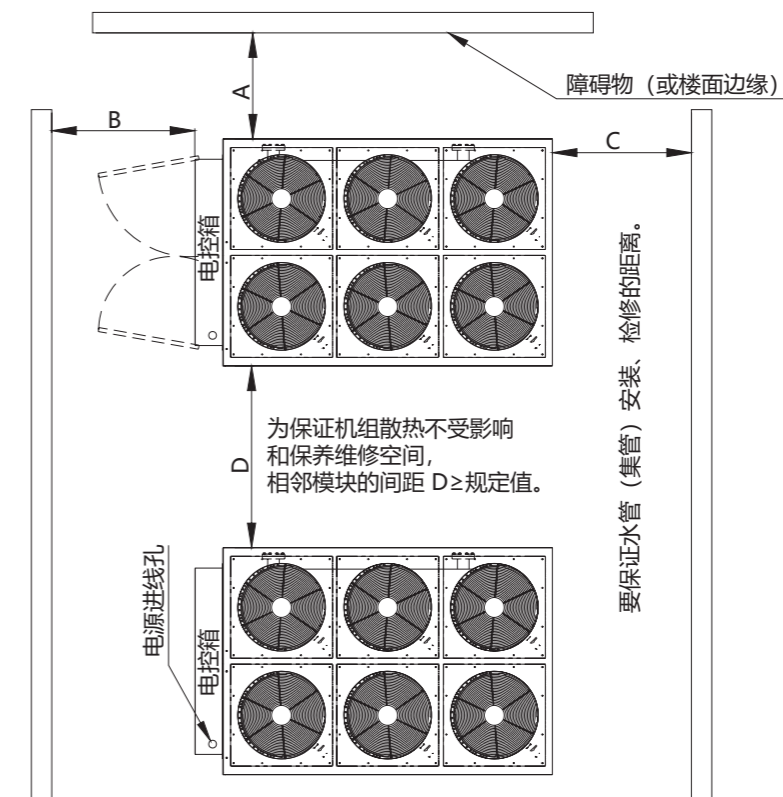

图 4-1-1 机组维修服务空间
- F. 预留尽可能大的服务空间, 建议预留空间范围最小如下图 4-1-1 所示。图示产品外形可能与您购买的产品不一样, 产品实际外形以实物为准, 后文亦同。